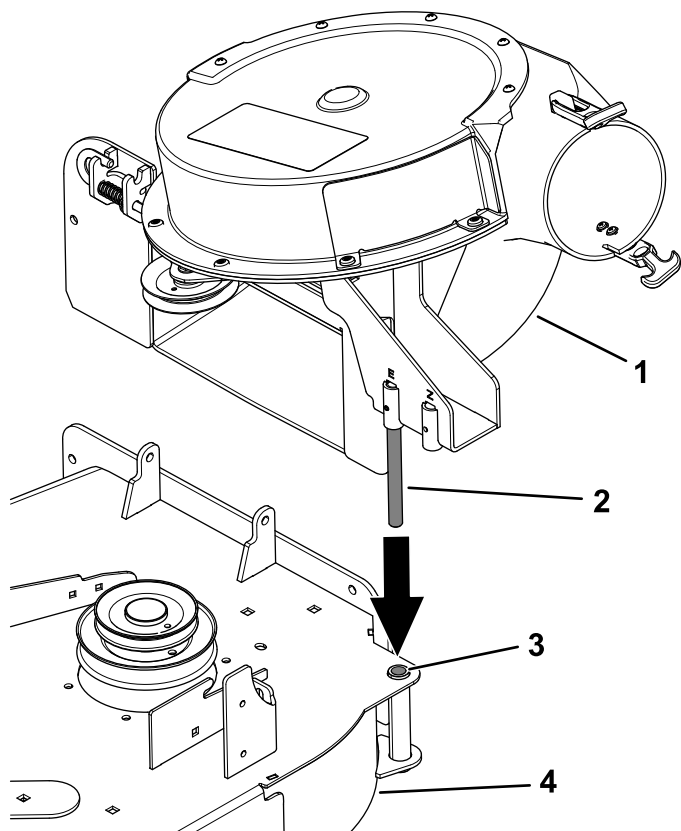

**Figura 39**
Verificate che il perno girevole sia fissato sul gruppo soffiatore nella posizione corretta (Figura 39).
- Se avete un piatto di taglio da 122 cm o 132 cm, montate il perno girevole nel foro anteriore (Figura 39).
- Se avete un piatto di taglio da 152 cm, montate il perno girevole nel foro posteriore (Figura 39).